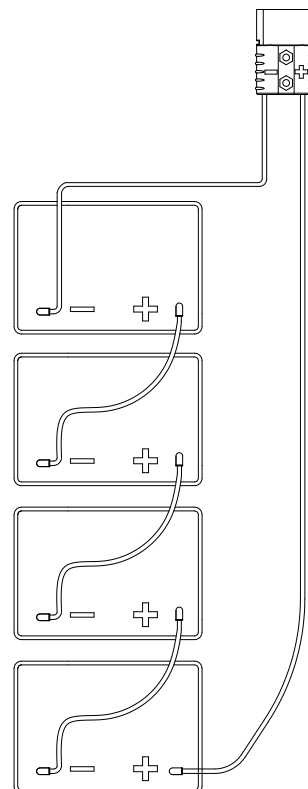

Figura 6
La máquina requiere cuatro baterías de 6 V, conectadas e instaladas en las posiciones que se muestran en la figura 6.
4. Pase e instale los cables de la batería como se indica en la figura 6 y apriete cuidadosamente la tuerca en cada uno de los terminales de la batería.